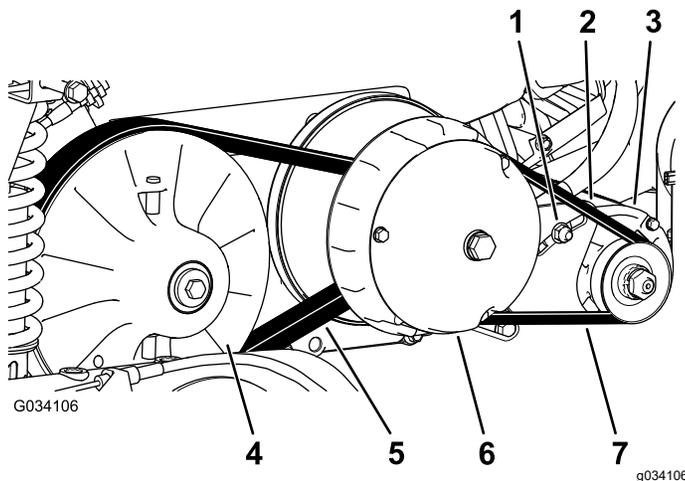

图 65
6. 转动并检查皮带图 65 是否有过度磨损或损坏的迹象。
3. 转动并将皮带放到副离合器上图 65。
4. 从副离合器上卸下皮带图 65。
5. 将新皮带放到主离合器上并对齐图 65。
6. 转动并将皮带放到副离合器上图 65。
2. 拧松启动发电机的枢轴螺母 图 65。
4. 向下压撬棍将启动器向下转入槽中直至当施加 44N 的力量时皮带张紧力仅允许 6mm 的皮带下压 图 65。
5. 用手拧紧枢轴螺母并取下撬棍 图 65。